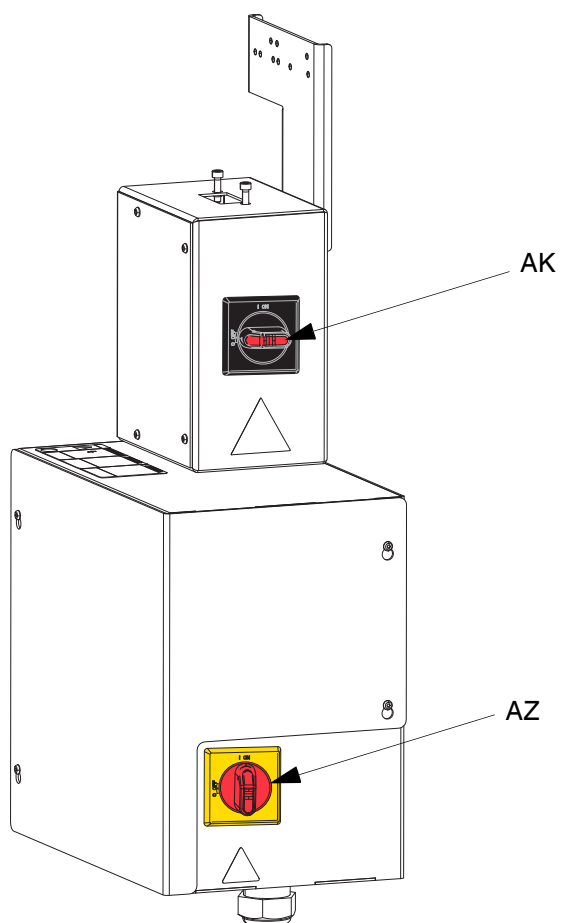

图 30: 电源断开
1. 关闭电动驱动器 (AB) 的电源：
- a. 关闭黑色的电源接线盒开关 (AK)。参见图 30。
- b. 如果使用串联柱塞供料系统，则只需要更换料桶的柱塞供料单元上的黑色断开开关 (AZ) 就会关闭。参见图 30。